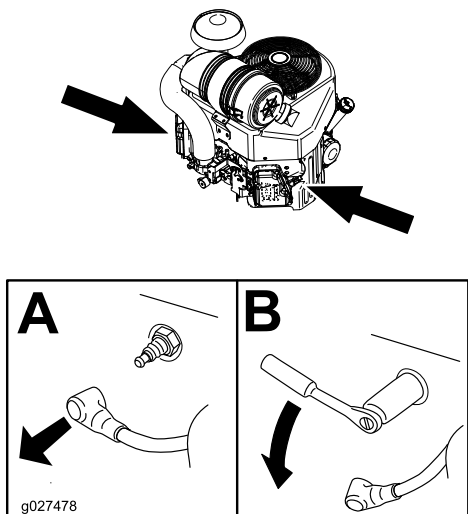

Figura 32
3. Individuate la posizione della/delle candela/e come illustrato nella Figura 32 e rimuovetele.